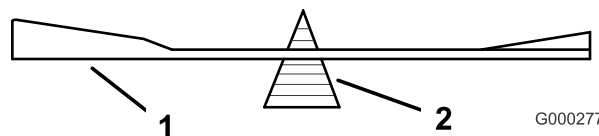

Figure 68
2. Vérifiez l'équilibre de la lame en la plaçant sur un équilibreur (Figure 68). Si la lame reste horizontale, elle est équilibrée et peut être utilisée. Si la lame est déséquilibrée, limez un peu l'extrémité de la partie relevée seulement (Figure 68). Répétez la procédure jusqu'à ce que la lame soit équilibrée.